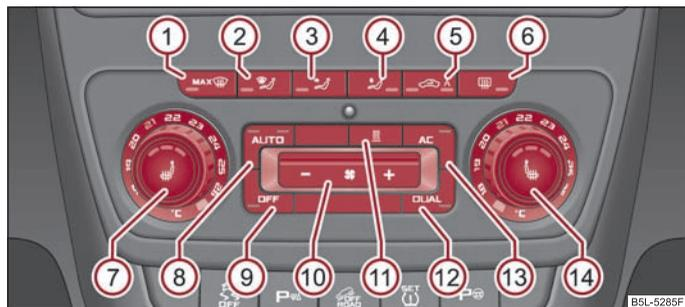

Fig. 105 Climatronic: Elementi di comando
- Premere il tasto  ⇒ pag. 98, fig. 105.
- Premere il tasto ⇒ fig. 105. La spia nel tasto si illumina. ▶
- Dopo l'inserimento dell'accensione, con la manopola  ⇒ pag. 98, fig. 105 è possibile impostare la temperatura per entrambe le parti.
- Quando il parabrezza si appanna, premere il tasto   ⇒ pag. 98, fig. 105. Quando il parabrezza è di nuovo libero da condensa, premere il tasto .